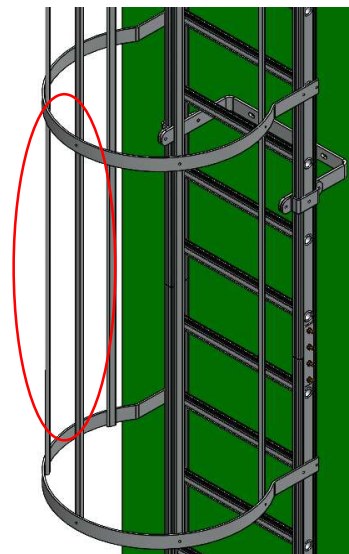

Figure 6
- Si une échelle est plus longue que l'extrusion de l'échelle (voir figure 6) ou si le transport vers le site doit être effectué en sections plus petites, une division d'échelle est utilisée.
- Si une échelle est plus longue que l'extrusion de l'ovale (voir figure 6)